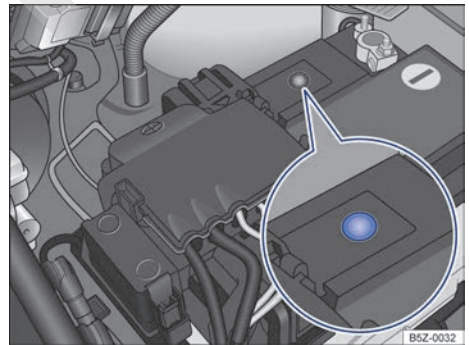

Fig. 134 En el compartimento del motor: ejemplo de posición del visor en lado superior de la batería del vehículo.
- El visor redondo → fig. 134 en la parte superior de la batería del vehículo cambia de color dependiendo del nivel del electrolito.